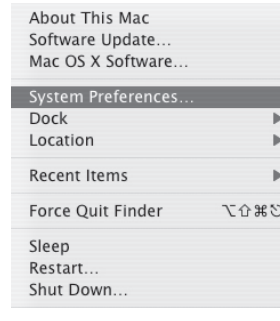

Figure 1
2. Pour sélectionner le C03U comme source audio de l'ordinateur, ouvrez les préférences système dans le Dock ou dans le menu Pomme principal (Figure 1).